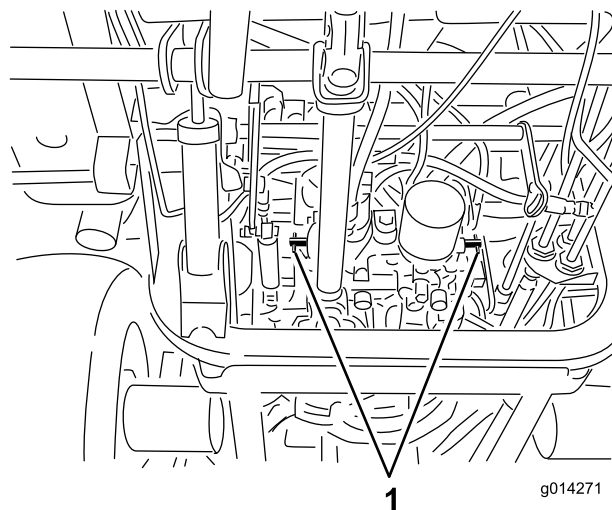

図 63
3. 各バイパスバルブを左回りに1回転させる 図 63。
1. 各バイパスバルブを右に回転させて手締めする 図 63。
2. 図 63に示すように、バルブを $8\text{N}\cdot\text{m}$ $0.8\text{kg}\cdot\text{m}$ = $71\text{in}\cdot\text{lb}$ にトルク締めする。